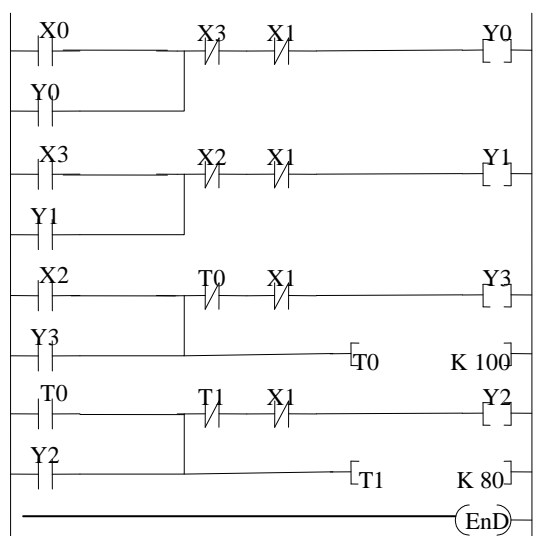

图 2 多种液体自动混合梯形图
依上述控制要求和 I/O 分配, 编写 PLC 控制梯形图如图 2 所示。
(1) 如图 2 所示界面。要求布局合理, 有与工艺符合的动画。
(2) 实现 PLC 组态王通信。
(3) 编写数据字典变量, 实现多种液体自动混合控制系统的监控。